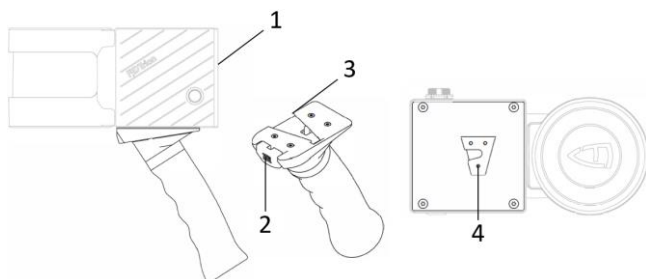

図 2-1 ハンドルを外します
下の図 2-1 に示すように、片手でスキャンレーダーコントロールボックス①を握り、もう片方の手でクイックリリースハンドル②のボタンを押して、レーダーを前方に向け、クイックリリースハンドルを左にスライドさせます。手持ちの V 字クイックリリースポート③とスキャンの V 字クイックリリースポート④を分離します。